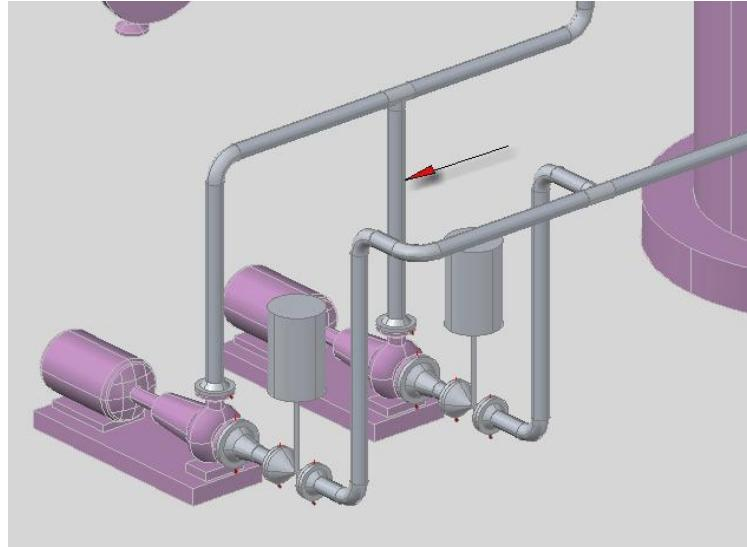

Рис. 94
- Соедините второй штуцер насоса Н-1002 с трубопроводной линией 1064, используя привязку к Нормали (Рис. 94).